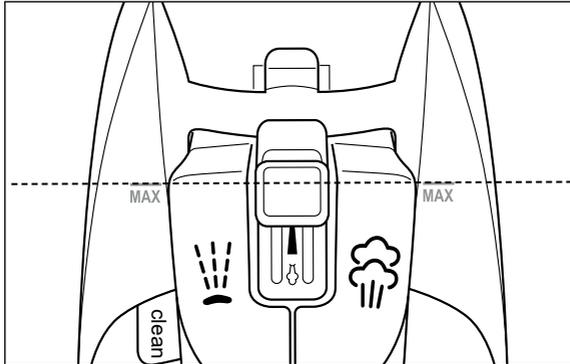

Fig. 5
- 4) Llene el depósito de agua **13** como máximo hasta la marca **MAX**. Coloque la plancha de vapor sobre la base **10** y compruebe que la cantidad de llenado no sobrepase la marca **MAX** (consulte la fig. 5). Deseche el exceso de agua. La cantidad de llenado máxima del depósito de agua **13** es de aprox. 320 ml.